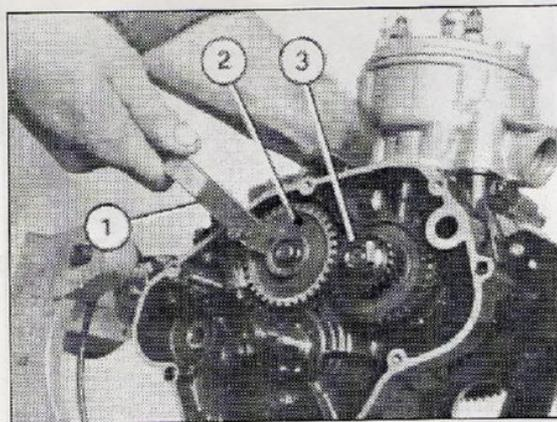
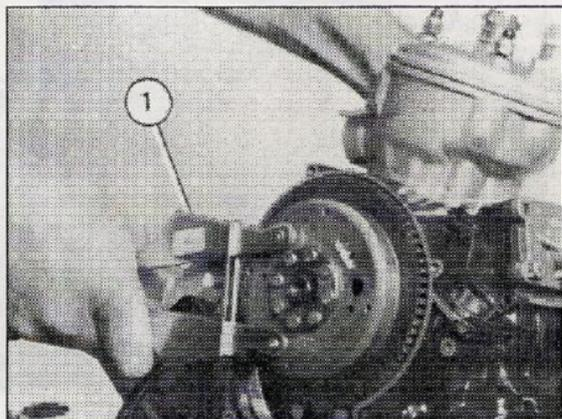
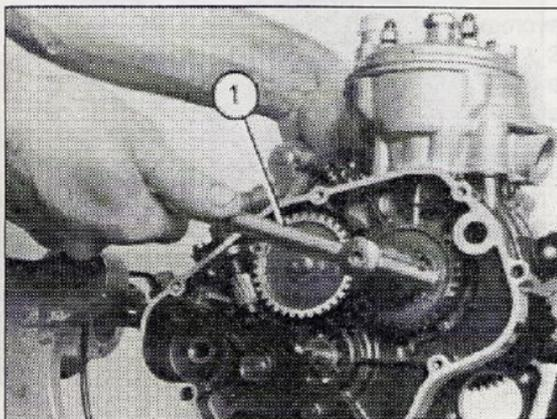

Fig. 10
Fig. 11
Fig. 12
- 11) USANDO l'apposita chiave di fermo volano magnetico (1-Fig. 11) bloccare il volano, e con la chiave (1-Fig. 10) allentare il dado di fissaggio dell'ingranaggio sul contralbero.
- 11) USING the magneto flywheel locking wrench (1-Fig. 11), lock the flywheel and slacken the retaining nut of the gear on the countershaft with the wrench (1-Fig. 10).
- 12) RIMUOVERE l'ingranaggio sul contralbero (2-Fig. 10) e la chiavetta.
13) SVITARE il dado (3-Fig. 10) con una chiave da 19 mm (1-Fig. 12), mantenendo sempre fermo il volano con l'apposita chiave; sfilare quindi nell'ordine il pignone motore, l'ingranaggio conduttore contralbero, la chiavetta, la boccia distanziale e l'anello or.
- 12) REMOVE the gear on the countershaft (2-Fig. 10) and the key.
13) UNSCREW the nut (3-Fig. 10) with 19 mm wrench (1-Fig. 12), always holding the flywheel still with the special wrench: then remove, in this order, the primary drive gear, drive gear, the key, the spacer bushing and the o-ring.